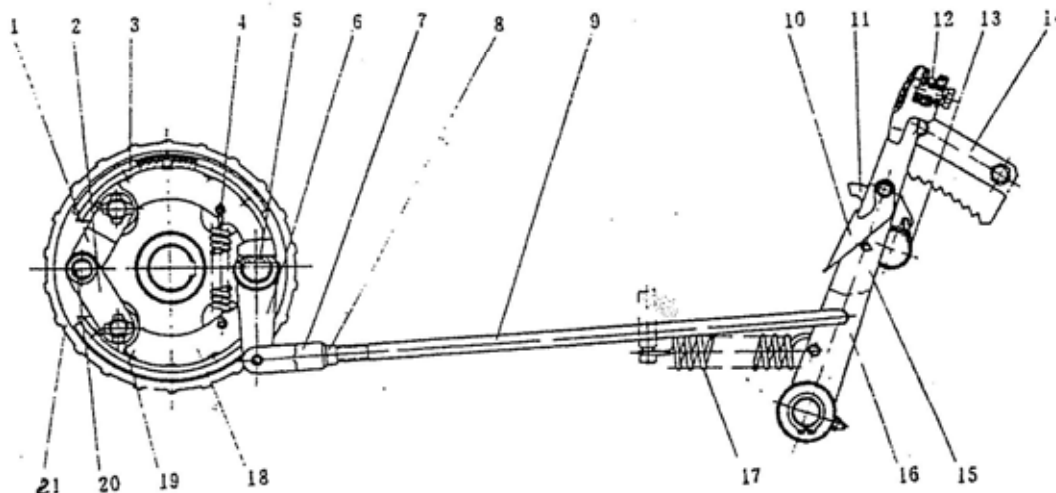

Рис. 3-13. Тормозная система.
2) Тормозная система (рис. 3-13).